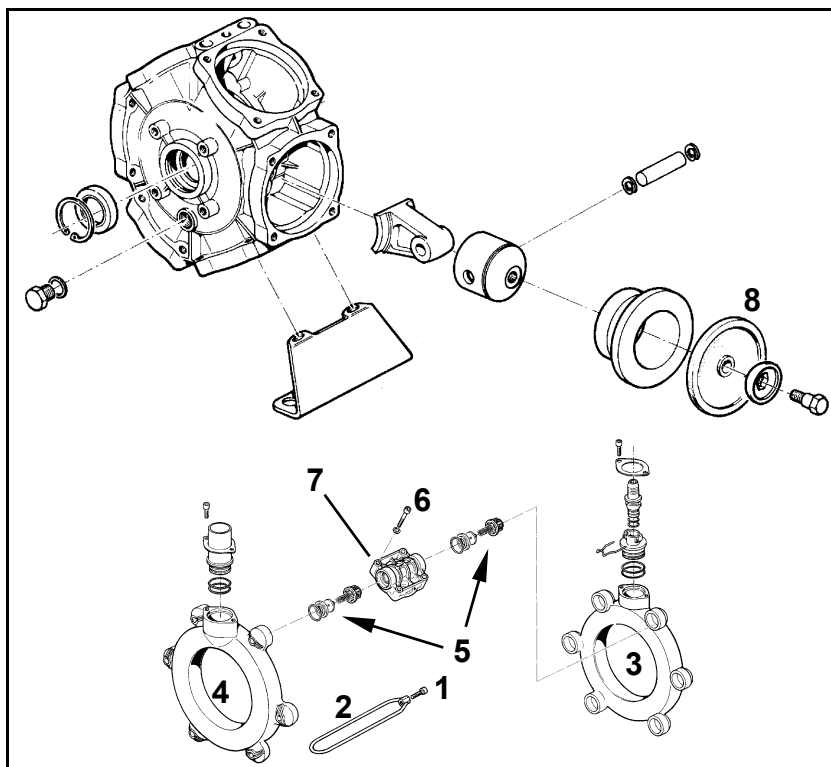

Bild 222
- Kontrollera kolvmembranens (Bild 222/1) tillstånd genom att demontera dessa minst en gång om året.
- Innan ventilsets (Bild 222/5) demonteras, notera och märk upp resp ventils monteringsläge.
- Även om endast ett kolvmembran (Bild 222/6) är uppsvällt eller poröst, ska samtliga membran bytas ut.
2. Lossa skruvarna (Bild 222/1) och demontera spännbygel (Bild 222/2).
3. Demontera sug- och tryckrör (Bild 222/3 och Bild 222/4).
4. Demontera ventilsets (Bild 222/5).
5. Demontera skruvarna (Bild 222/6).
6. Demontera cylindertoppen (Bild 222/7).
7. Kontrollera samtliga kolvmembran (Bild 222/8).
8. Byt ut kolvmembranen (Bild 222/8) vid behov.